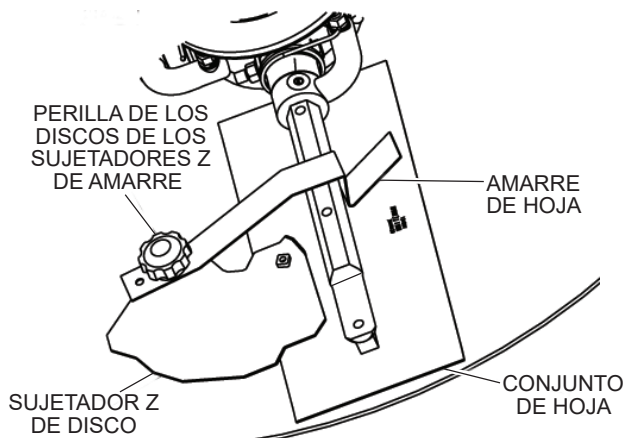

Figura 51. Instalación de los discos de acabado de sujetador en Z
Consulte la Figura 51 al instalar discos en hojas de acabado.
3. Fije los amarres de las hojas en el lado alejado de los soportes de los sujetadores en Z usando las perillas de amarre según se muestra en la Figura 51.